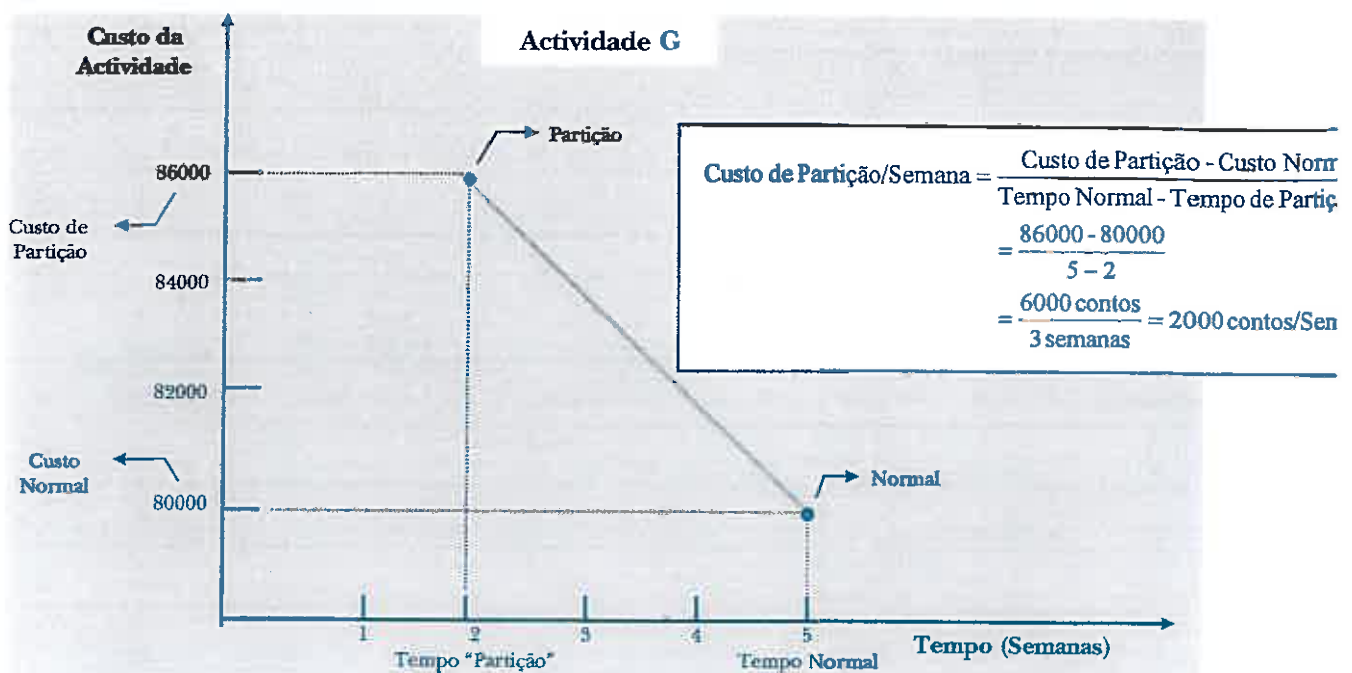

Figura 22
- O CPM assume que os custos de "partição" são lineares como é mostrado para a actividade G, na Figura 22;